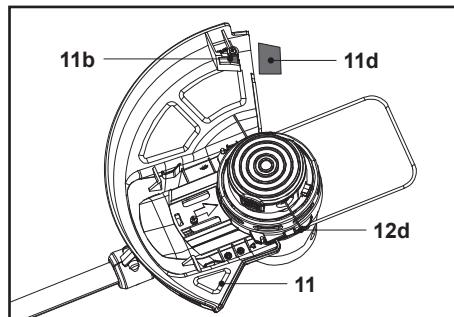

Fig. 12
La protection (11) protège l'opérateur contre les objets projetés pendant le fonctionnement. Elle est équipée d'une lame (11b) qui coupe les fils de coupe (12d) (Fig. 12).